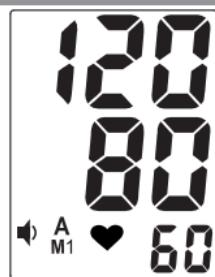
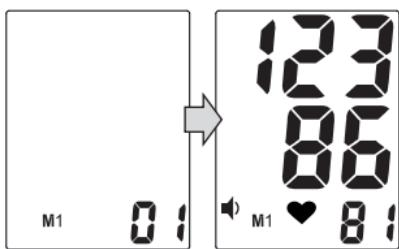

Рис.16
Рис.17
3. Просмотреть содержимое памяти прибора Вы можете, нажав кнопку M1 или M2. При первом нажатии кнопки M1 (или M2) на экране появится среднее значение 3-х последних измерений, сохраненных в память M1 (или M2), обозначенная символом «A» (рис. 16). При повторном нажатии кнопки M1 (или M2) на экране появится индикатор выбранной памяти M1 (или M2) и номер ячейки памяти, а через 1 секунду отображается ее содержимое (рис. 17).